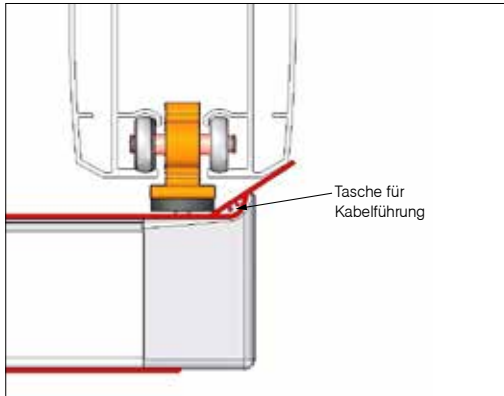

Abb. 44
- » Bei LED-Beleuchtung sind ein- oder beidseitig Kabel für die Beleuchtung im Tuch eingeschweißt (Abb. 44).